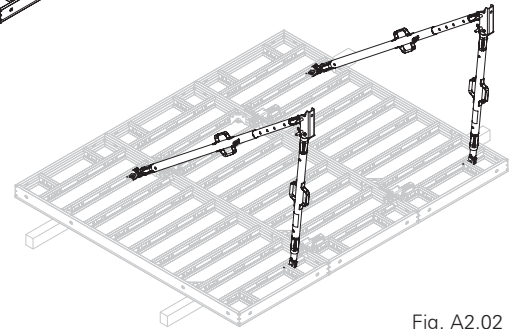

Fig. A2.02
2. Monter les étais tirant-poussant en fonction de la largeur d'influence valable. (Fig. A2.02)